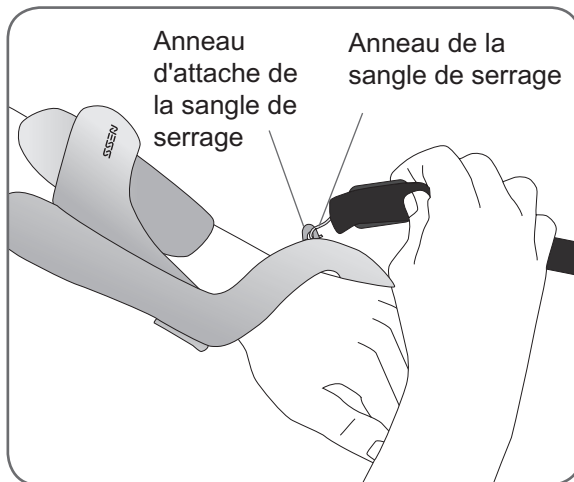

Figure 8-13 : Attache de la sangle de serrage de l'orthèse.
6. Attachez le crochet sur la sangle de serrage de l'orthèse à l'anneau d'attache de la sangle de serrage. Reportez-vous à la Figure 8-13.